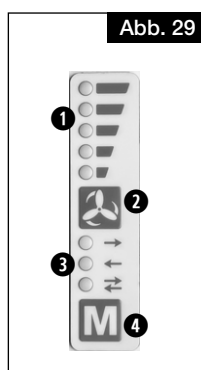

Abb. 29
- Die Feuchte-Stoppfunktion kann mit der Taste **2** (siehe Abb. 29) für eine einstellbare Dauer (Zeit Lüftungsstufe änderbar) überfahren werden.
Durch Drücken des Tasters **2** (siehe Abb. 29) für mehr als 2s wird die Stoßlüftung (Stufe 5) aktiviert und bleibt für die in der GUI definierte Zeit (15 -180 min.) in diesem Modus.
Durch Drücken des Tasters **1** (siehe Abb. 29) für mehr als 2s wird die Schlummerfunktion aktiviert. Das Gerät bleibt für die in der GUI definierte Zeit (15 -180 min.) im Standby Modus. Eine Rückkehr zum vorherigen Betrieb ist jederzeit durch Drücken eines Tasters möglich.
Das Rücksetzen des Filterintervalls wird am Bedienteil durch gleichzeitiges Drücken der Taster **2** und **1** (siehe Abb. 29) erreicht.
Ein Filterwechsel wird über einen LED-Blinkcode angezeigt. Die Filterwechselanzeige beeinflusst nicht den laufenden Lüftungsbetrieb. Das Intervall kann durch gleichzeitiges Drücken von beiden Tastern ❷ und ❸ (siehe Abb. 29) für 2 s zurückgesetzt werden. Wenn während des laufenden Partymodus bzw. laufender Schlummerfunktion eine Filtermeldung auftritt, wird der Partymodus bzw. die Schlummerfunktion abgebrochen.